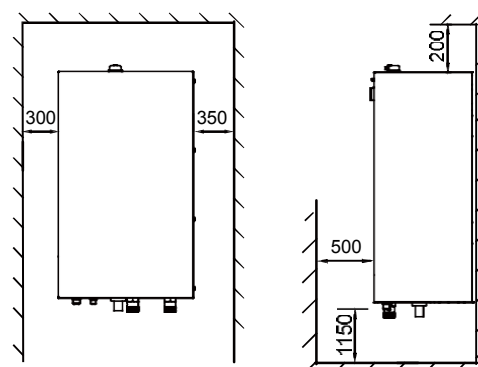

Abb.5-3
- Der Raum um das Gerät ist für seine Funktion ausreichend Abb. 5-3
Platz wird für die Wartung benötigt, siehe Abbildung 5-3